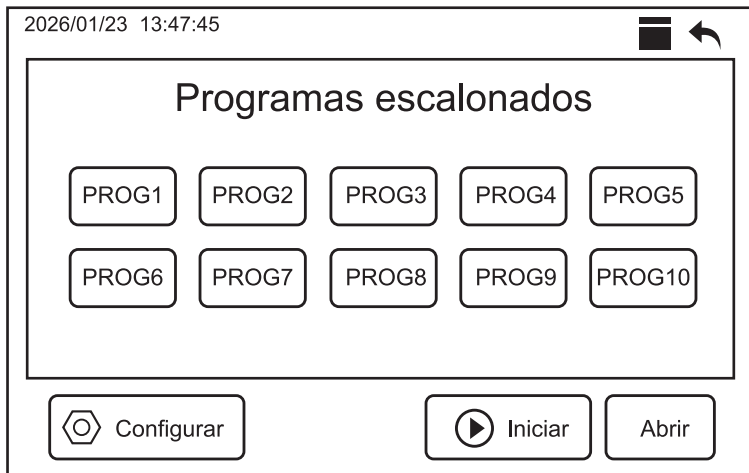
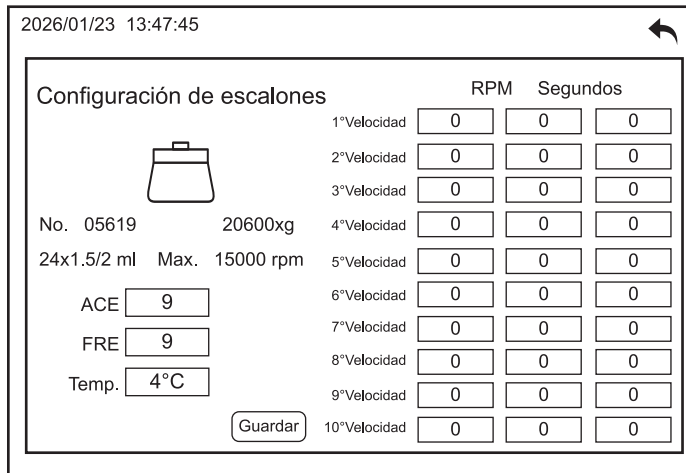

Figura 15.
Figura 16.
b) Después, pulse en el botón “**Modo Escalonado**” para abrir la ventana de edición (Figura 15). Esto permite editar parámetros específicos de la operación para personalizar el proceso, creando así, un **protocolo de centrifugación multifase**, donde cada fase tiene ajustes diferentes de velocidad y tiempo (Figura 16).